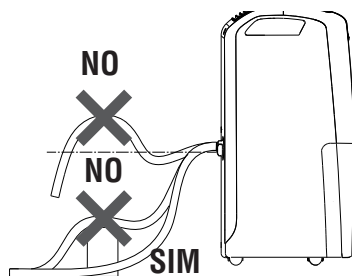

fig. 5
- 3) Certifique-se de que o tubo nunca ultrapassa a altura do bico (fig. 5). Caso contrário, a água ficará no depósito; certifique-se ainda de que o tubo não está torcido.